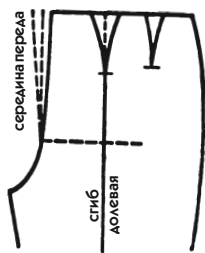
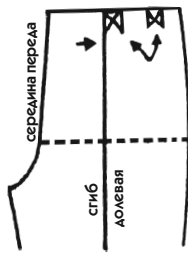

Рис. 767
Рис. 768
Чтобы уменьшить округлость живота, к уровню вертикали прибавляется некоторая величина (см. рис. 767: левая пунктирная линия показывает отклонение от вертикальной).
- По обе стороны от линии долевой нити отложите глубину главной вытачки (для нашего примера — 3 см), как показано на рис. 767. Если ее расположить справа от долевой, то складку надо закладывать в сторону бокового среза, если слева от долевой, то — к середине переда (рис. 768).
2. **Вторая вытачка переда.** На половине расстояния между первой вытачкой и линией бокового среза начертите вторую вытачку (для нашего примера — глубина 2 см), как на рис. 767.